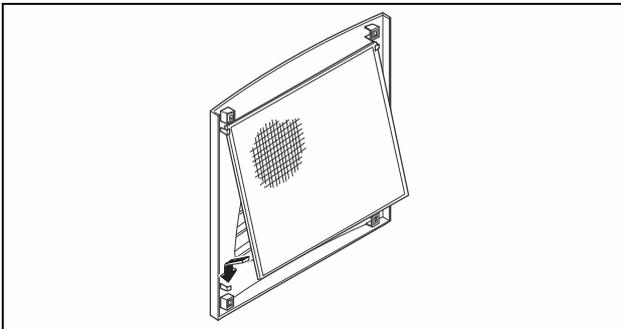

Fig. 30: Installazione del filtro
- Inserire il filtro nella griglia come mostrato nella fig. 30. Fissare a scatto la griglia nel contenitore.